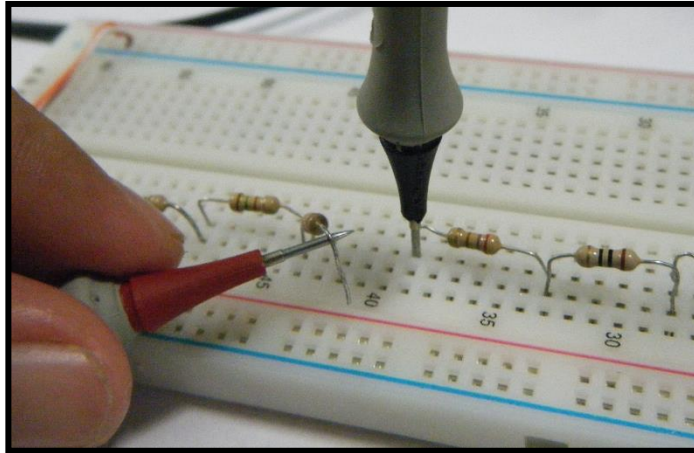

Figura 2.2. Medición de corriente.
5. Interrumpa el camino del circuito que se desea probar, como se observa en la *figura 2.2*. Toque la sonda negra al lado más negativo de la interrupción; toque la sonda roja al lado